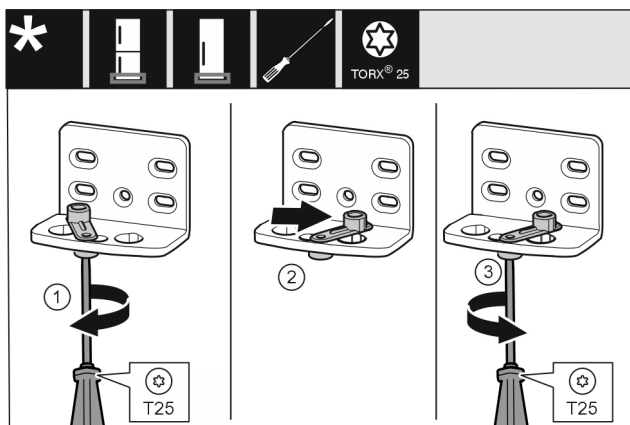

Fig. 14
- ▶ Schraube mit Schraubendreher T25 lose schrauben. Fig. 14 (1)
- ▶ Türschließhilfe anheben und um 90° nach rechts in Bohrung drehen. Fig. 14 (2)
- ▶ Schraube mit Schraubendreher T25 festschrauben. Fig. 14 (3)